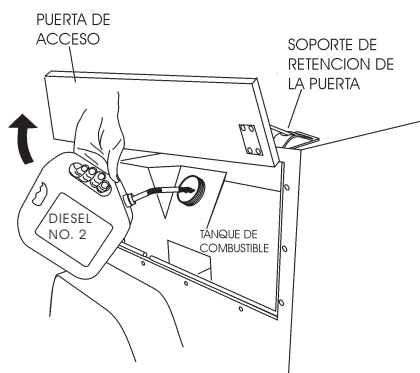

Figura 12. Abasteciendo combustible
2. Levante la puerta de acceso de la torre de luz (Figura 12) del lado contrario al panel de control. Ajuste el soporte de retención de la puerta para mantenerla abierta (hacia arriba).
3. Quite la tapa del tanque del combustible, como se muestra en la Figura 12.